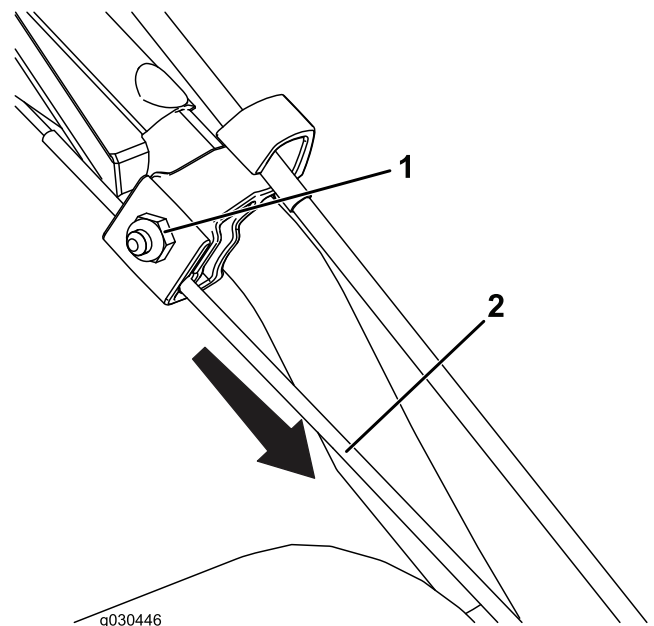

Figura 26
1. Allentate il dado sul serrafilò per cavi superiore ma non rimuovetelo (Figura 26).
2. Tirate il cavo verso il basso e rimuovete gran parte dell'allentamento nel cavo (Figura 26).
3. Serrate il dado (Figura 26).